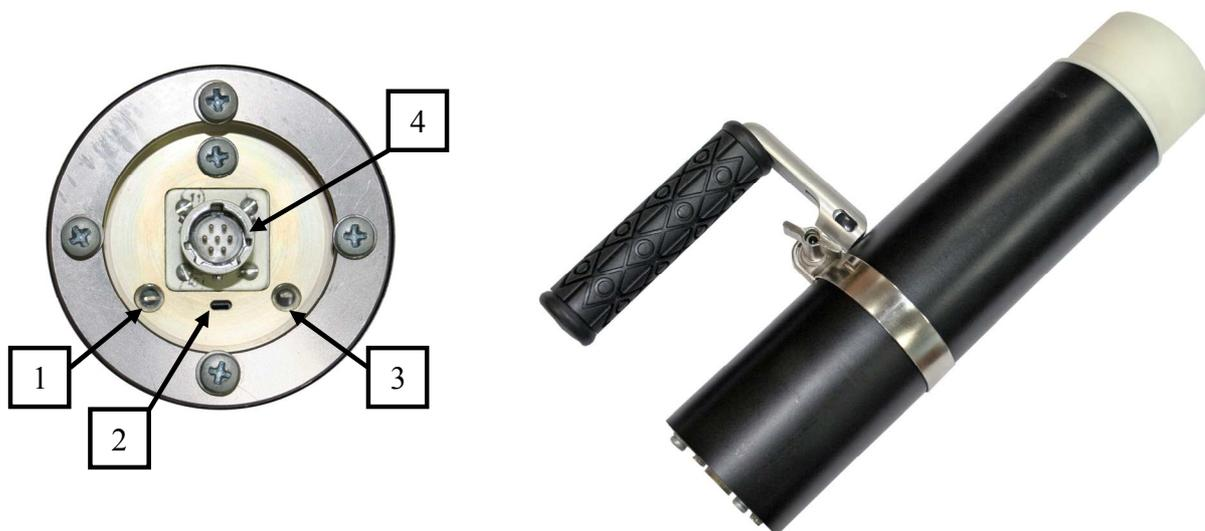

Рисунок 4.1 – Общий вид БДГ1
Для удобства при поиске или измерении МЭД фотонного излучения БДГ1 снабжен рукояткой, рисунок 4.1, и для обеспечения доступа в удаленные труднодоступные места телескопической штангой (до 1,7 м) (рисунок 4.3).
При подключении к БДОИ/БОИ или ПК, посредством кабеля № 2 через RS-485 или USB интерфейсы, на торцевой панели БДГ1 включается световая индикация светодиода 1 (рисунок 4.1, позиция 1).
– светодиод светится зеленым цветом – индикация информации о включении режима тестирования БДГ1 (рисунок 4.1, позиция 1);
– светодиод светится желтым цветом – индикация информации о включении режима калибровки БДГ1 (рисунок 4.1, позиция 1).
БДГ1 подключается к БДОИ с помощью кабеля № 2 (1,5 м) по интерфейсу RS-485, при этом включается светодиод (1) на торцевой части корпуса БДГ1 (рисунок 4.1, позиция 1). Внешний вид БДОИ приведен на рисунке 6.1.
Для **включения БДОИ** необходимо нажать кнопку ON/OFF на корпусе БДОИ (рисунок 6.1, позиция 11). При включении БДОИ напряжение автоматически подается на БДГ1, при этом включается светодиод (1) на торцевой части корпуса БДГ1 (рисунок 4.1, позиция 1).